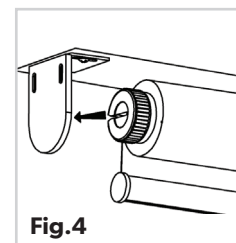

Fig.4
7. Installez le côté gauche en faisant glisser la languette sur le support gauche dans la fente du composant en plastique (Fig.4)